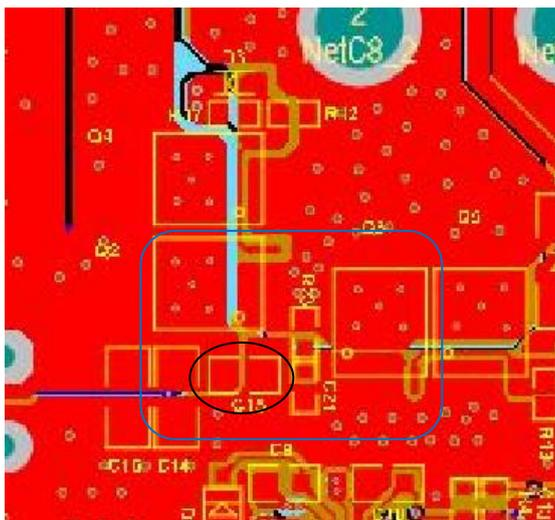
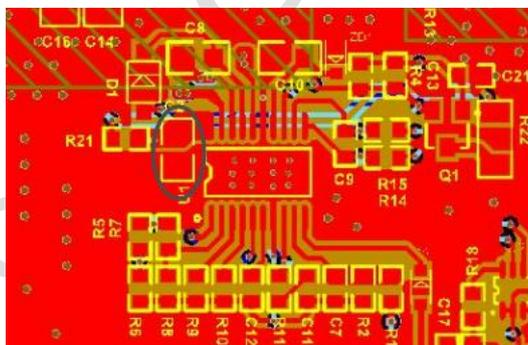

图7
图8
- 1) 首先强调一下，PL59011 是控制器，不是转换器，通过 PWM 驱动外部 MOSFET 实现电压变换，实际应用中 99%左右的电流通过功率管，因此正确摆放 NMOS 把功率环路面积做到最小，功率输入退耦电容 C15 退耦环路面积更小，吸收开关闭合尖峰电压，控制器 PL59011 的 VIN 脚退耦电容 C2 尽量靠近芯片如图 7、图 8。